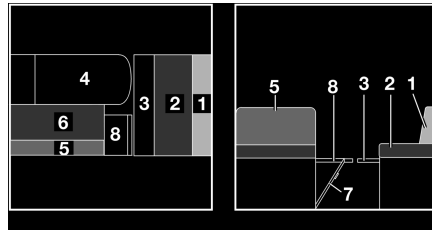

Fig. 128 Durante la transformación
- Plegar la prolongación del banco de asiento (Fig. 128,8) hacia arriba y colocar una cuña con la trampilla.
- Extraer la prolongación del armazón de cama (Fig. 128,3).
- Tirar del cojín del asiento (Fig. 128,2) del banco longitudinal hacia el centro.
- Colocar el cojín del respaldo (Fig. 128,1) del banco longitudinal entre el cojín del asiento y la pared.
- Tirar el cojín del asiento (Fig. 128,6) hacia adelante sobre la mesa.
- Quitar el cojín del respaldo (Fig. 128,5) y ponerlo a un lado.